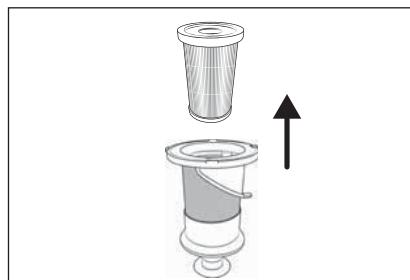

Fig. 24
- Retirez le filtre EPA 5 du filtre en acier inoxydable 6, en saisissant l'ouverture du filtre EPA 5 et en le sortant du filtre en acier inoxydable 6 (voir figure 24).